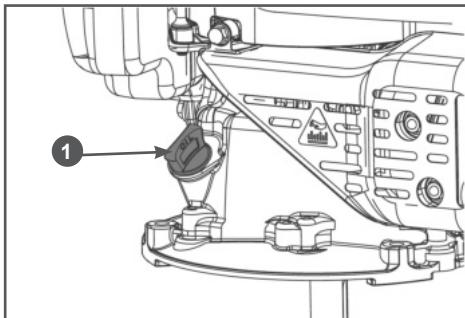

Рис. 6 Крышка-щуп маслозаливной горловины
- Открутите крышку-щуп маслозаливной 1 горловины и извлеките щуп (Рис. 6).
2. Выкрутите крышку-щуп 1 маслозаливной горловины и извлеките щуп (Рис. 6).